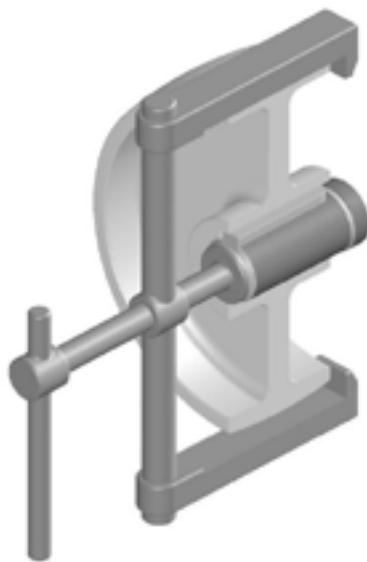

Fig. 8
Lo smontaggio del motore deve essere effettuato lontano dal luogo di installazione, in un luogo appositamente predisposto. Questa operazione richiede l'uso di un normale set di attrezzi e strumenti di montaggio. Prima smontare la puleggia o il semiaccoppiamento mediante un tenditore (fig. 8), rimuovere la chiavetta (7) dall'estremità d'albero, svitare le 4 viti (5) e togliere il copriventola (13) (fig. 7). Dopo aver svitato le 4 viti (5) dei supporti dei cuscinetti "P", smontare il rotore (1) con i supporti "P" (11) e la ventola (8) dallo statore, senza danneggiare l'avvolgimento. Se necessario o quando si procede alla sostituzione del grasso, smontare i due cuscinetti (17) con il tenditore.